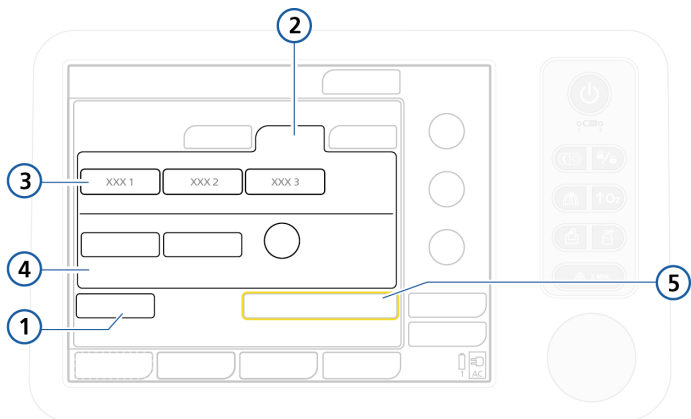

图 4-2. 病人设置 / 待机窗口 (成人 / 儿童)
开始通气后，将显示病人设置窗口（图 4-2），及默认设置。选择、调整和激活所需项。
- **成人儿童**。针对成人和儿童病人（图 4-2）。欲获取年龄和体重范围，请参阅表 4-1。